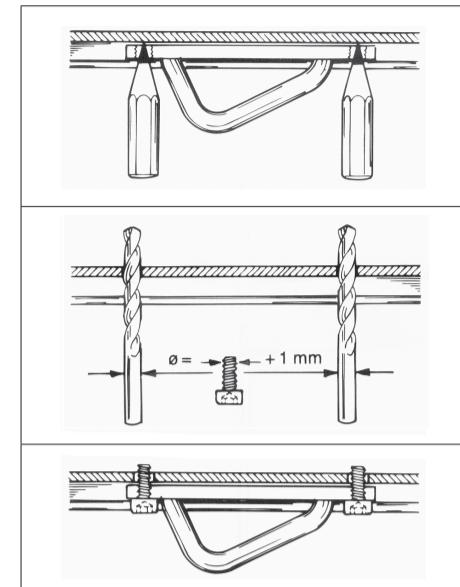

Fig. 3
- Montera bomtravaren permanent, se fig. 3.
- Secure the boom-slider in its permanent position. See fig. 3.
- Montieren Sie den Baumbeschlag endgültig. Siehe Abb. 3.